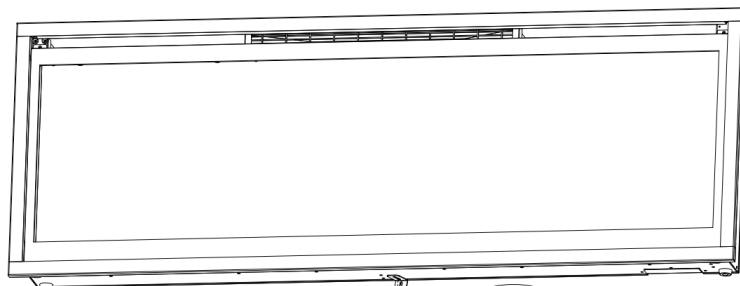

Fig 3-2
g. Bevestig met de in stap 1 verwijderde schroef de metalen L-klem (H) aan de onderkant van de schoorsteenkast (Fig 3-2).